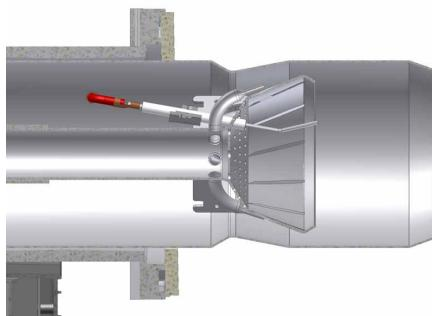
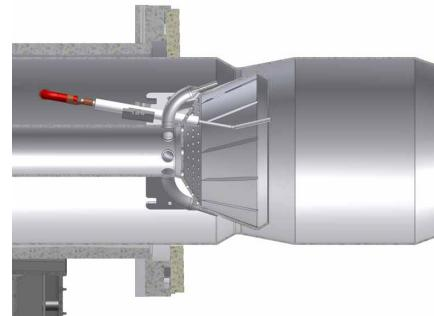

Fig. 35 - Posición "toda hacia adelante"
Fig. 36 - Posición "toda hacia atrás"
El quemador se regula en la fábrica con la cabeza de en posición de máxima potencia "MAX". La calibración de máxima potencia corresponde a la posición "toda hacia adelante" (Fig. 35) de la cabeza de combustión para los quemadores de tipo estándar y, en posición "toda hacia atrás" (Fig. 36) para los quemadores de baja emisión de NOx (Fig. 36). La posición "toda hacia adelante" de la cabeza se considera hacia el interior de la caldera, y la posición "toda hacia atrás" se considera hacia el operador. Para quitar la cabeza de combustión consultar el capítulo "Desmontaje y limpieza de la cabeza de combustión" a pagina 44. En lo que se refiere al funcionamiento con potencia reducida, desplazar progresivamente la cabeza de combustión hacia la posición "MIN" y girando el tornillo VRT (Fig. 60) en sentido horario. El índice **ID** indica el desplazamiento de la cabeza de combustión.
- 2 poner en marcha el quemador poniendo en ON el interruptor principal **A** del quemador (Fig. 36): en caso de bloqueo (indicado dal LED **B** del cuadro de control) presionar el botón RESET (**C**) puesto en el quadro del quemador (ver Fig. 36).
- 2 poner en marcha el quemador poniendo en ON el interruptor principal **A** del quemador (Fig. 36): en caso de bloqueo (indicado dal LED **B** del cuadro de control) presionar el botón **RESET** (**C**) puesto en el quadro del quemador (ver Fig. 36).